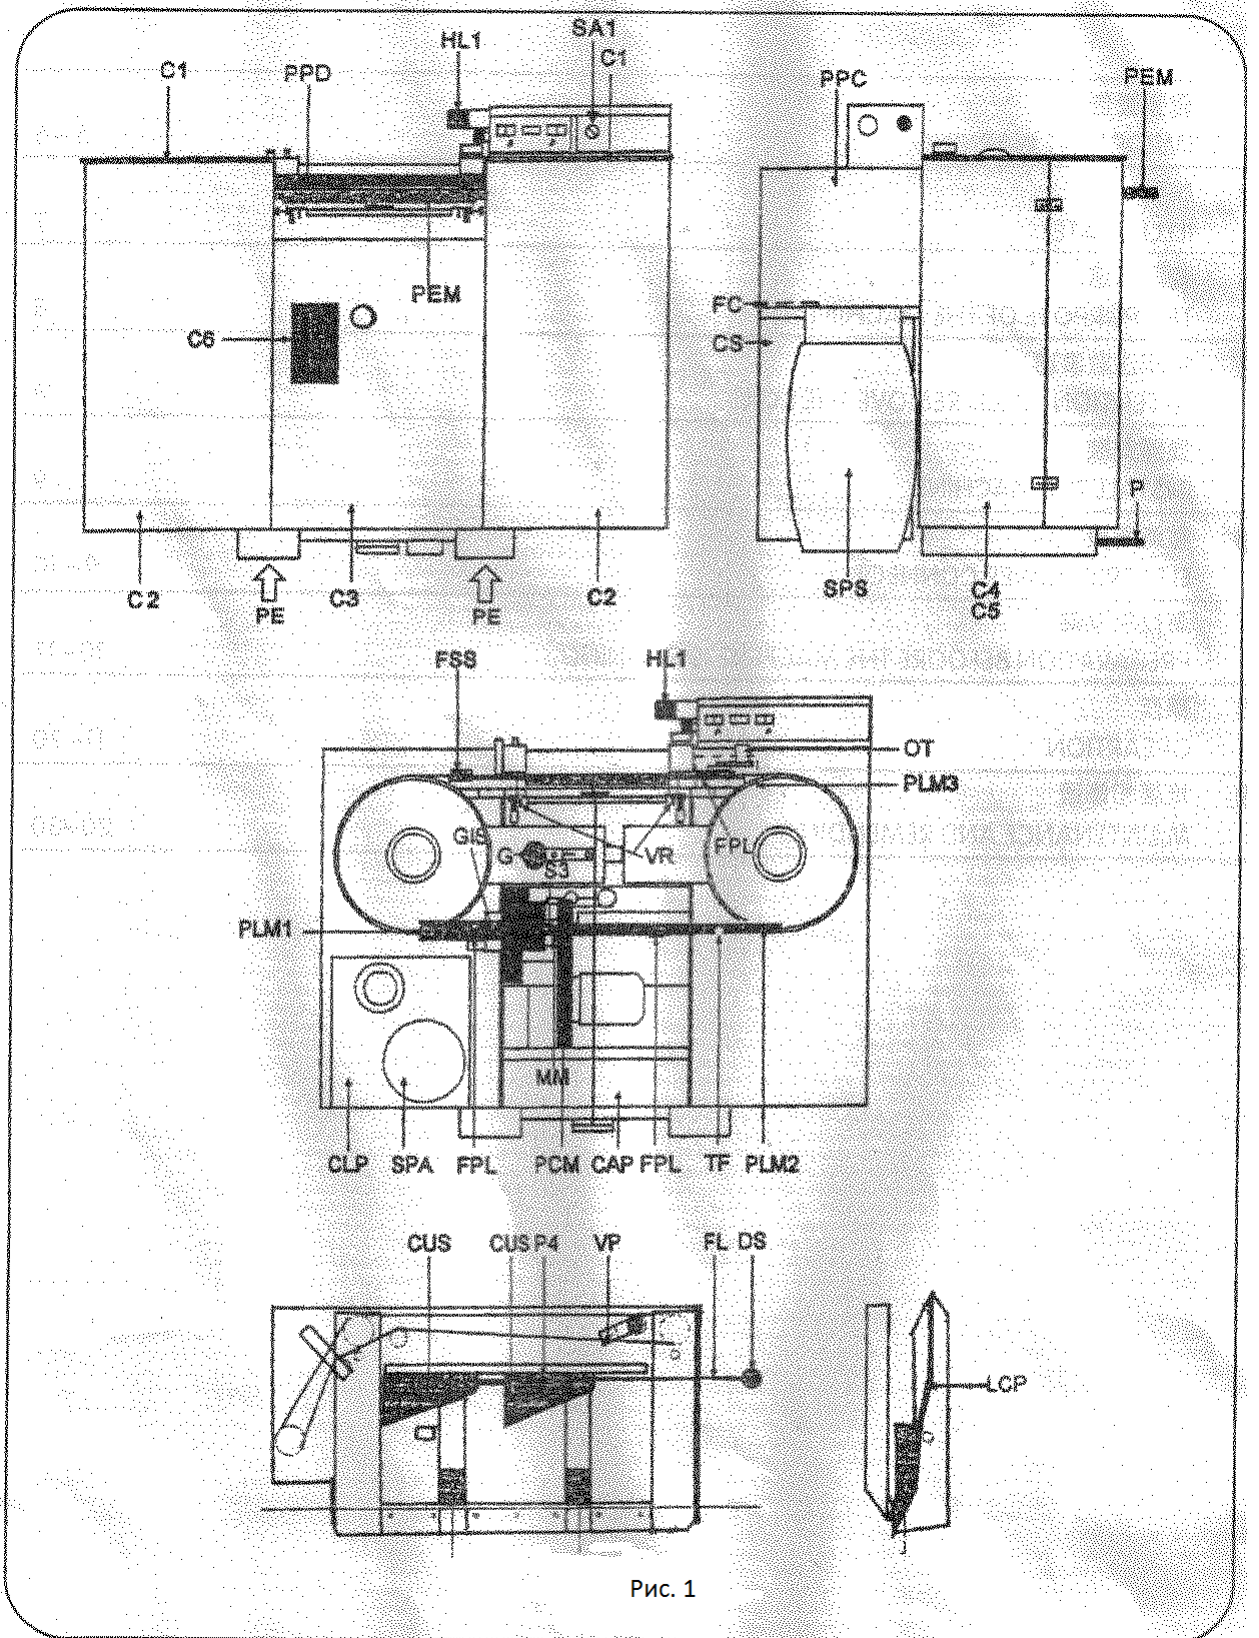
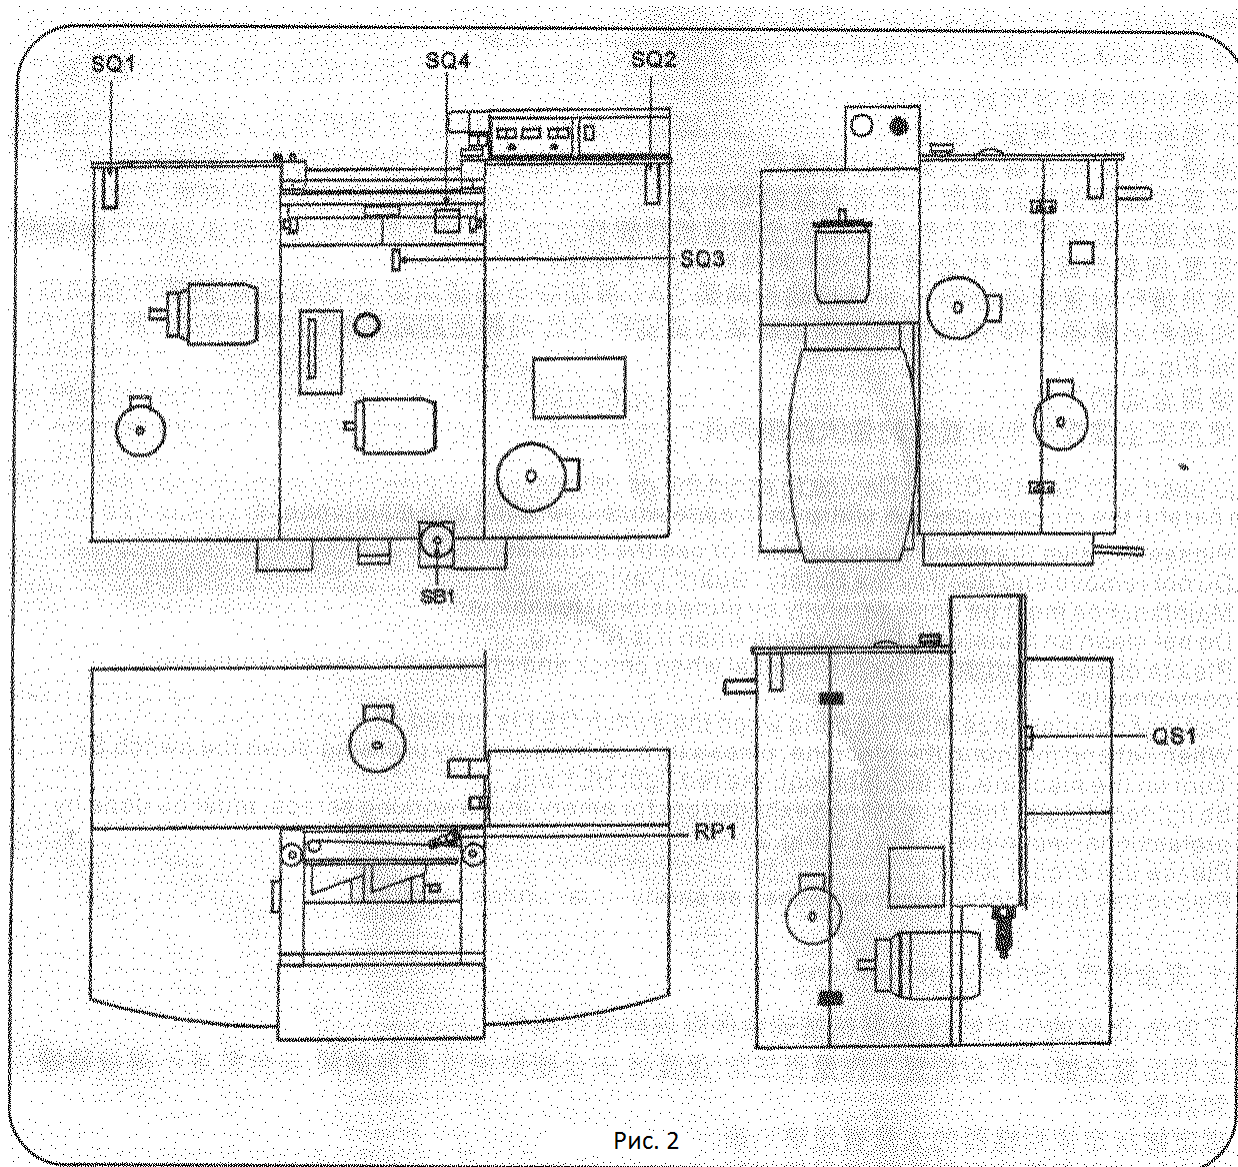

Рис. 1
Рис. 2
- Перед установкой и обслуживанием машины отключайте питание, нажав переключатель SA1. При включении машины должна загореться красная лампочка HL1. Установка направляющих планок и устройства вытяжки абразивной пыли и рабочих обрезков должна выполняться только квалифицированными специалистами (см. рис.1 и рис.2).
- Устройство защиты рук PPD (см. рис. 1) на столешнице PEM.
- Верхняя крышка C1 (см. рис. 1).
- Упаковочный короб C2, C3, C4, C5 (см. рис. 1).
- Защитный переключатель SQ-1, SQ-2, SQ-3 (см. рис. 2).
- Кожух ремня РСМ (см. рис. 1).
- Левая защитная крышка нижнего ленточного ножа PLM1 (см. рис. 1).
- Средняя защитная крышка нижнего ленточного ножа PLM2 (см. рис. 1).
- Правая защитная крышка нижнего ленточного ножа PLM3 (см. рис. 1).
- Задняя крышка PPC (см. рис. 1).
- Убедитесь в наличии и правильной установке фильтра рабочих обрезков SPS (см. рис. 1), устройства вытяжки и фильтра остатков абразивной пыли SPA (см. рис. 1).
- Убедитесь в наличии и правильной установке отсека для рабочих обрезков CS (см. рис. 1).
- Освободите балансировочный поддон DS (см. рис. 1) и убедитесь в наличии нейлонового фильтра FL (см. рис. 1).
- Снимите среднюю крышку СЗ (см. рис. 1), зафиксируйте нижний балансир и убедитесь в наличии нейлонового фильтра FL (см. рис. 5).